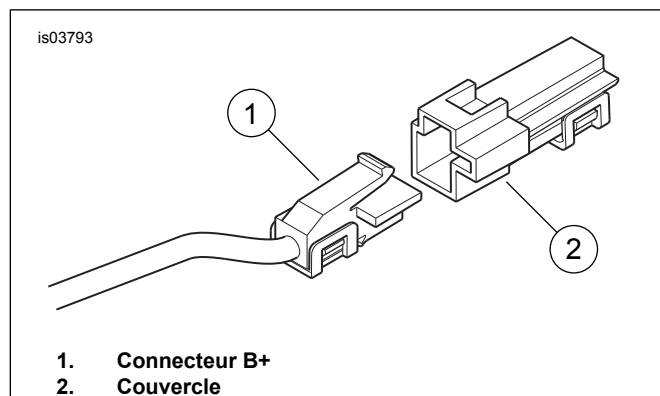
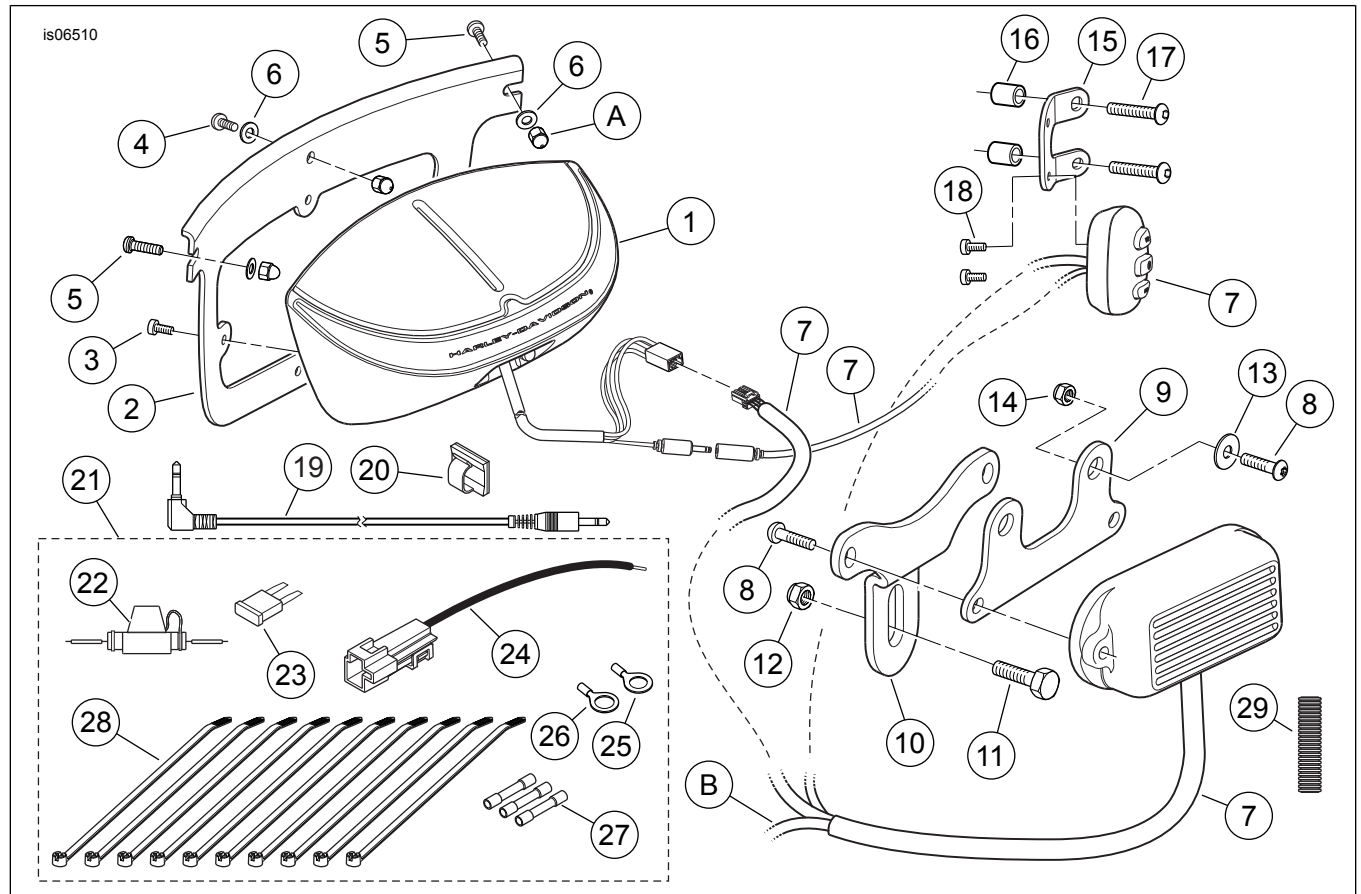

Figure 4. Connecteur B+
Figure 5. Pièces détachées, Kit de haut-parleurs et amplificateur montés sur pare-brise
3. Voir Figure 5. Prendre la **nouvelle** vis n° 12-24 x 21 mm (0.81 in) de long (4), deux vis de 25 mm (1 in) de long (5), trois rondelles noires (6) et la nacelle de haut-parleur montée (1) et le support de montage (2) du kit.
5. Placer une rondelle noire sur les filets de la vis courte. Introduire la vis, à partir de l'avant, dans le trou central du renfort horizontal, le pare-brise et le support de nacelle de haut-parleur, et attacher avec l'un des écrous borgnes (A) retirés à l'étape 2.
1. Voir Figure 5. Prendre le jeu de visserie électrique (21) du kit. Sélectionner le porte-fusible en ligne (22) et un connecteur bout à bout scellé bleu (27) du jeu de visserie.
- Sélectionner l'extrémité libre du fil **rouge** dans l'ensemble de faisceau de fils. Prendre deux connecteurs bout à bout scellés bleus (27) et le fil d'adaptateur de 12 V (24) du jeu de visserie. Épisser le porte-fusible en ligne au fil rouge selon les instructions du manuel d'entretien. Épisser le fil d'adaptateur à l'extrémité opposée du porte-fusible en ligne.
- Voir Figure 4. Rechercher le connecteur B+ (borne positive de la batterie) (1) sur le faisceau électrique principal, sous la selle (fil rouge avec un connecteur gris non utilisé). Enlever le couvercle (2) du connecteur B+. Accoupler le connecteur du fil d'alimentation **rouge** sur l'ensemble de faisceau de fils au connecteur B+.
- Enrouler l'excès de longueur de fil sous le réservoir de carburant, à l'intérieur de la nacelle ou sous la bride de guidon, là où cela ne gênera pas le mouvement de la direction. Installer le fusible de 5 A (23) dans le porte-fusible en ligne sur le fil rouge.
- Voir Figure 5. Le faisceau de fils de la commande de guidon peut être attaché au guidon avec des serre-câbles ou attaché au té de fourche supérieur ou à la nacelle avec l'attache à support adhésif (20) du kit. Si l'attache est utilisée :